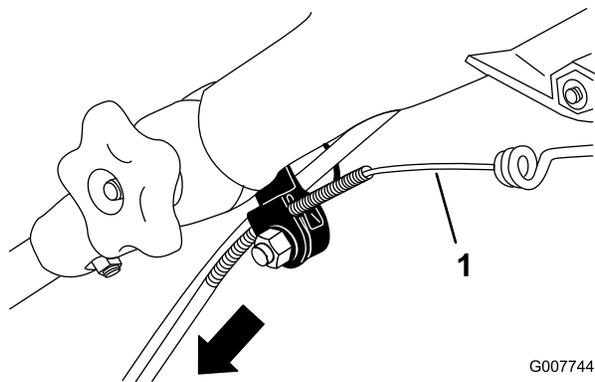

図 46
3. ケーブルを覆っているジャケットを下に引いて、露出しているケーブル部分をピンと張る 図 46。